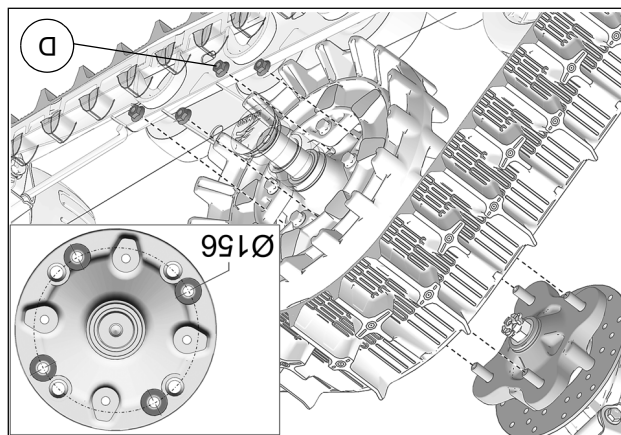

Fig. 10
9. Fixer le système de traction au moyeu de roue arrière. Utiliser le cercle de perçage de $\varnothing 156\text{mm}$ et les écrous de roue 3/8-24 (D) fournis. Voir la Fig. 10